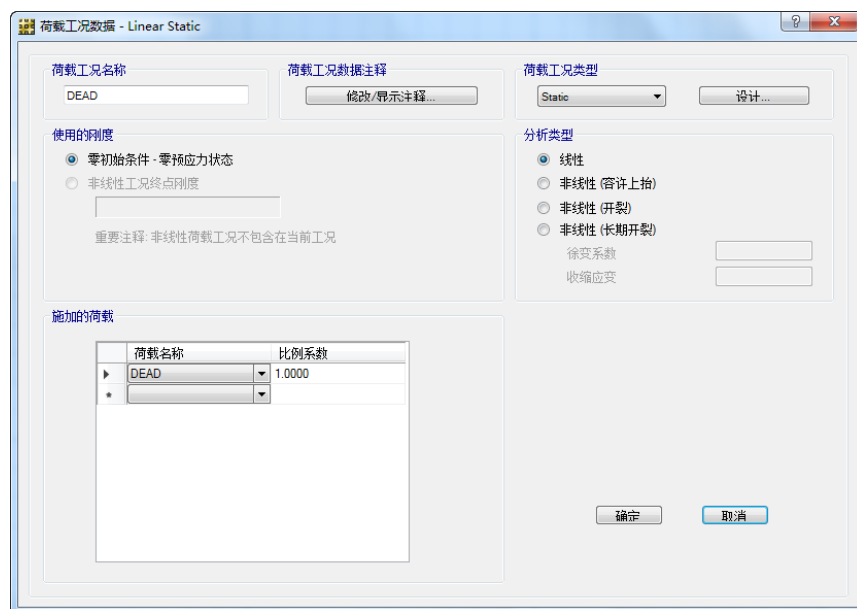

图 20 荷载工况数据对话框
- B. 高亮选择荷载工况名称 *DEAD*，点击**修改/显示工况**按钮打开荷载工况数据对话框，如图 20 所示。对话框中的数据依据荷载类型的不同而不同。